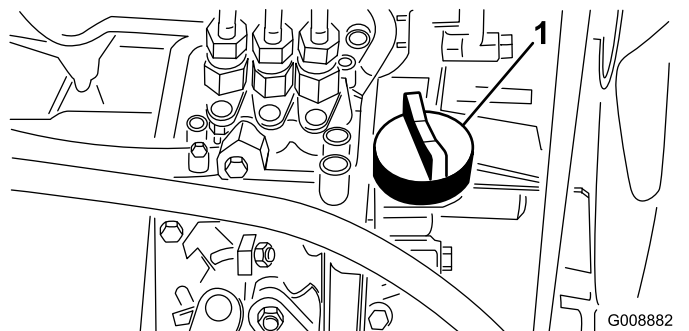

Рисунок 29
4. Если уровень масла ниже допустимого, снимите крышку маслозаливной горловины (Рисунок 29) и постепенно, небольшими порциями долейте масло, периодически проверяя его уровень, до отметки Full (Полный) на масломерном щупе.